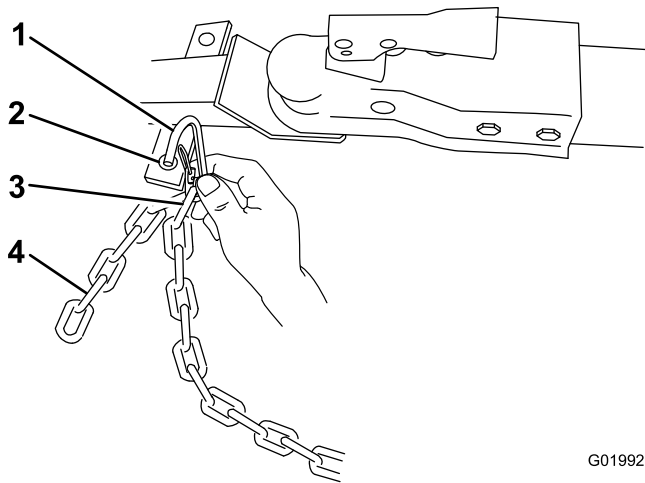

Figure 18
3. Accrochez chaque bout de la chaîne au point de montage de la chaîne de sécurité du véhicule tracteur à l'aide des maillons d'attache (Figure 18).